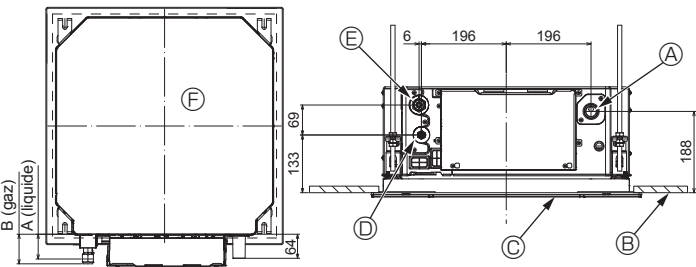

Fig. 5-7
5.3. Emplacements des tuyaux de réfrigérant et d'écoulement (Fig. 5-7)